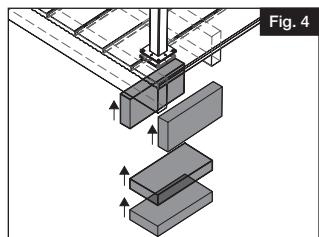

Fig. 4
- Debajo de los lugares donde se instalarán los postes, instalar al menos dos bloques de 2"x8" utilizando al menos tres tornillos de plataforma #10 de 3 1/2" que penetran por las viguetas a una profundidad mínima de 1 1/2" en los bloques (se venden por separado) (Fig. 4 y 5).
- Colocar los travesaños superior e inferior sobre una superficie lisa, plana y limpia. A continuación, alinear los travesaños superior e inferior de modo que las aristas en el lado interior de los travesaños apunten hacia el mismo lado (Fig. 4).